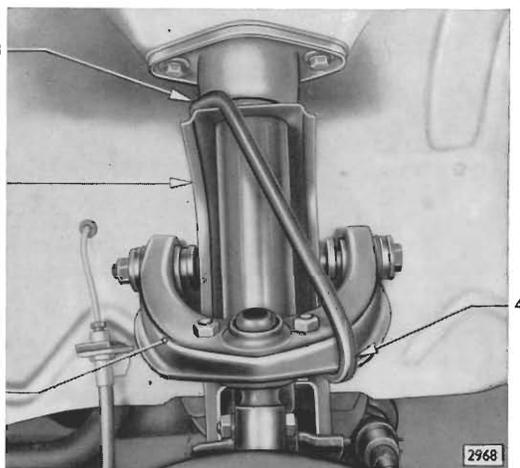

Bild 89 - Obere Lenker-Spannhaken S-1245 eingehängt – zur besseren Veranschaulichung Vorderrad abgenommen
1. Vor dem Anheben des Wagens die beiden Oberen Lenker-Spannhaken S-1245 links und rechts auf beiden Achsseiten um die Fassung der oberen Stoßdämpferbefestigung herumlegen und, wie im Bild 89 gezeigt, in den oberen Lenker eingehängen.